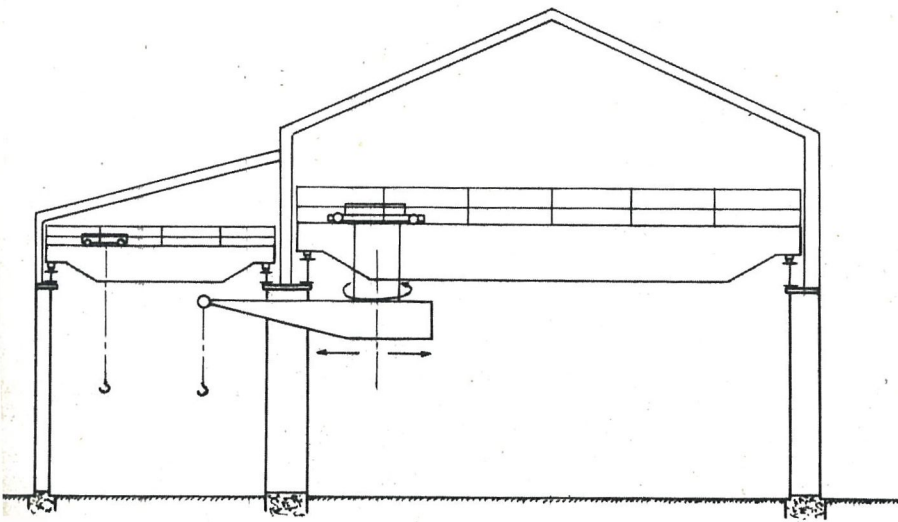

Fig. 3. Loopkraan met richtbare loopkat.
- Loopkraan met richtbare loopkat (fig. 3) ;